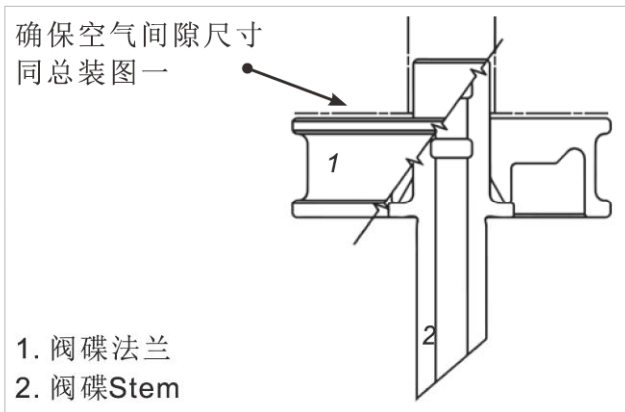

图5-46b 2-Pc阀碟
4. 对于1片整体式阀碟以正确的方向安装。对于2片式阀碟 - 把阀碟Stem以正确的方向安装入分流板。把阀针法兰装在阀碟Stem上。（如图5-46b）。